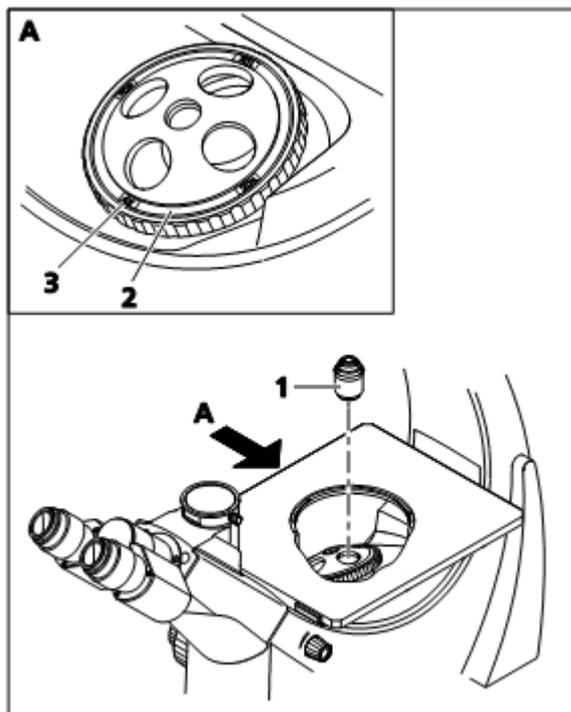

图 3 旋入物镜
- 从物镜转换器的定位孔中取下防尘盖（图 3/2）
- 将物镜（图 3/1）按放大倍数顺序依次旋入定位孔中，直至拧紧。
- 将显示物镜放大倍率的指示标签粘贴到物镜转换器上对应的位置上（图 3/3）。
粘贴标签可以帮助您从左侧（图 3/3）读取光路中正在使用的物镜的放大倍数。